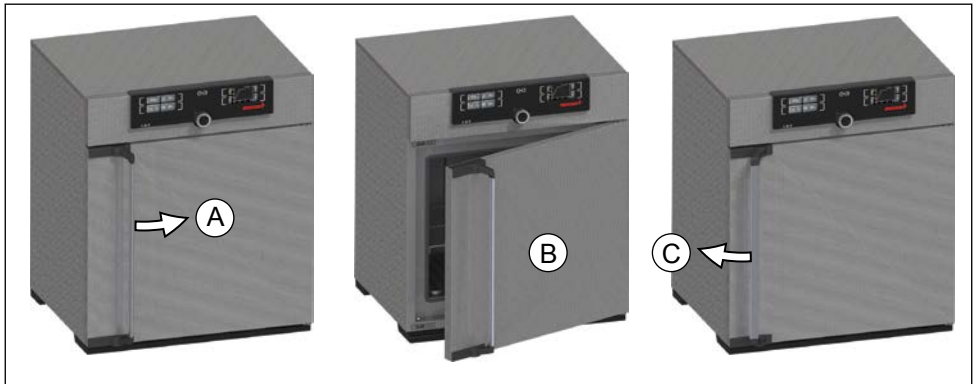

Fig. 13 Apertura y cierre de la puerta
- ▶ Para abrir la puerta, tire de la barra hacia un lado (izquierda o derecha según el modelo de la puerta; Fig. 13, A). La puerta se abre primero un poco de forma que se deja salir aire de la cámara de trabajo con la puerta ligeramente inclinada con valores de temperatura elevada. A continuación, la puerta se puede abrir por completo (B).
- ▶ Empuje la barra en dirección opuesta para cerrar la puerta (C).